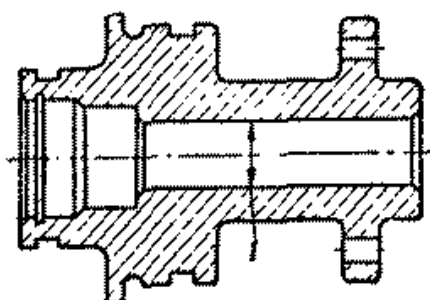

Рис. 204. Головка цилиндра гидроусилителя руля
3. Головка цилиндра гидроусилителя руля (рис. 204)